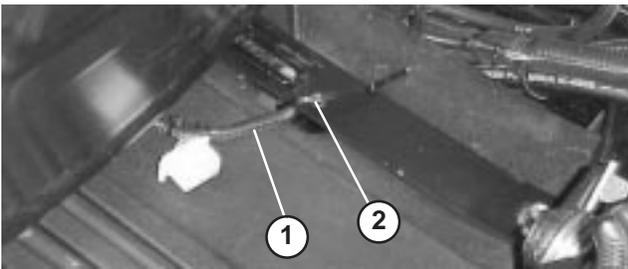

Figura 7
7. En el asiento estándar solamente, deslice el asiento todo lo posible hacia adelante, tire del cable a la derecha de manera que el conector sin utilizar esté colocado según muestra la Figura 7, y fije el cable del interruptor del asiento al último agujero de la pletina con un sujetacables (suministrado con el kit de asiento).